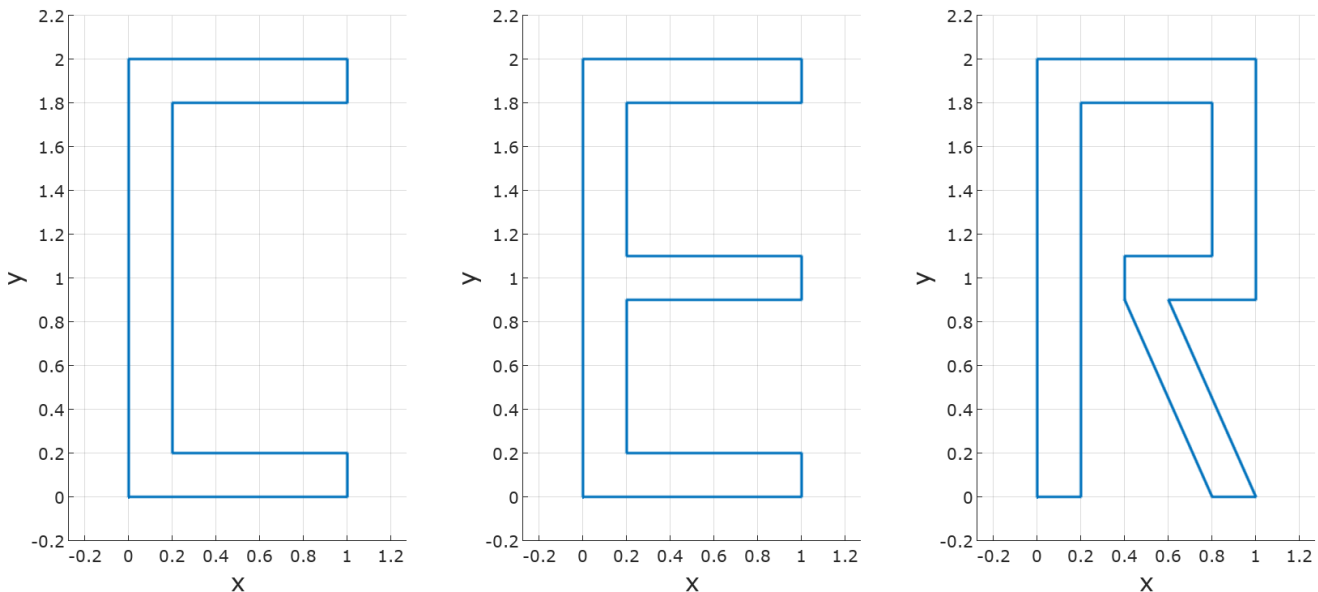

Abbildung 3: Vorlage Buchstaben
- Definiere die Wegpunkte entsprechend der in Abbildung 3 gezeigten Buchstaben.